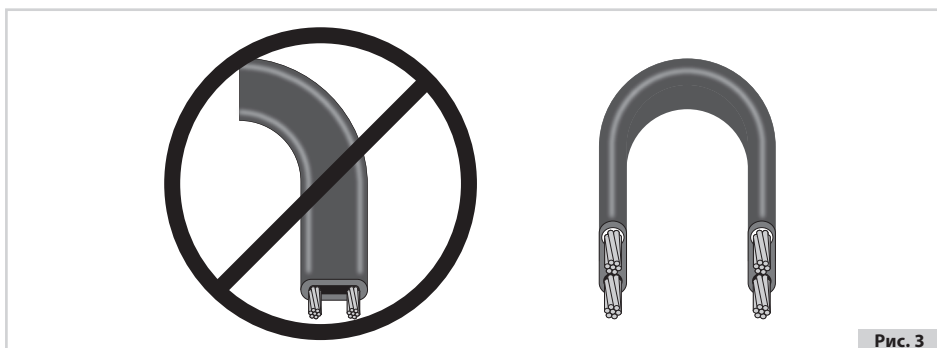

Рис. 3
- 5.6 Нагревательный кабель должен изгибаться исключительно перпендикулярно плоскости его жил (см. рис. 3).